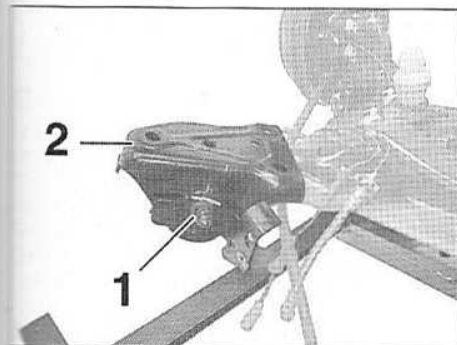

FIG.76
- le boulon (1) (Fig.76),
- la chape du palier (2).